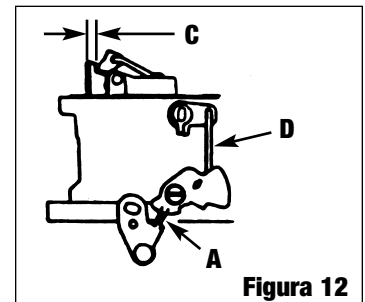

Figura 12
Para ajustar el eslabón de la marcha rápida (Figura 12) ponga el tornillo de la marcha rápida (A) entre las dos muescas en la leva. Cierre la válvula del regulador los más lejos posible sin forzarlo. La dimensión (C) debe de ser 1/16" (0,12 cm) entre la válvula del regulador y la corneta de aire. Para ajustarlo, doble la biela (D).